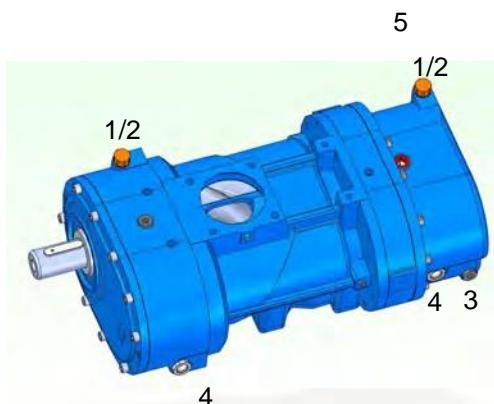

Рис. 61: Ступень компрессора
5. → Отвинтите шланг от пробки для слива масла (Рис. 61/3) и соберите масло в сборный контейнер.
7. → Снова затяните шланг с помощью винтов для слива масла (Рис. 61/3) (момент затяжки см. В Моменты затяжки, стр. 110)